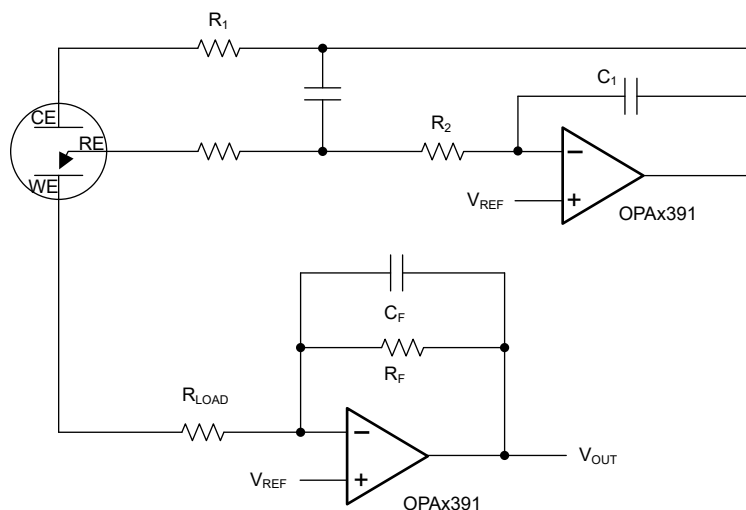

図 7-1. 3 端子 CO ガス センサ
図 7-1 に、3 端子のバイアスなし CO センサと組み合わせて使用する、シンプルなマイクロパワー ポテンショスタット回路を示します。この同じ設計は、他のさまざまな 3 端子ガス センサや電気化学セルにも応用できます。基本的なセンサには、センス電極または動作電極 (WE)、カウンタ電極 (CE)、リファレンス電極 (RE) の 3 つの電極があります。電流は CE と WE の間を流れ、検出された濃度に比例します。RE は内部基準点の電位を監視します。バイアスなしのセンサでは、CE のバイアスを調整して、WE と RE を同じ電位に維持する必要があります。U1 で形成されたポテンショスタット回路を介して、サーボ フィードバック アクションにより RE ピンが V_{REF} で設定された電位に維持されます。センサの静電容量が大きい場合、 R_1 は安定性を維持します。 C_1 と R_2 はポテンショスタット インテグレータを形成し、フィードバック時間を一定に設定します。U2 はトランスインピーダンス アンプ (TIA) を形成し、検出されたセンサ電流を比例電圧に変換します。式 1 は、 R_F を使用して、トランスインピーダンス ゲインとその感度を計算します。